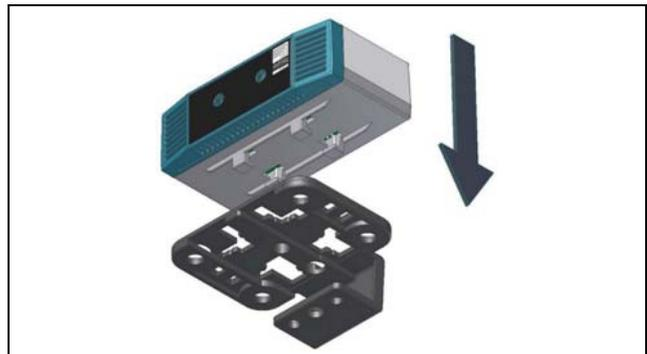
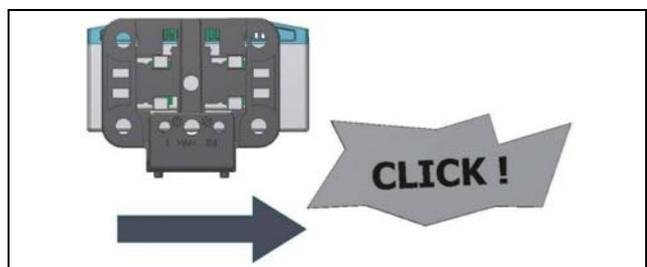

Рис. 2: Установка датчика на держатель
Рис. 3: Фиксация датчика на держателе
- Затем установите датчик температуры на держателе (рис. 2) и зафиксируйте его (рис. 3).